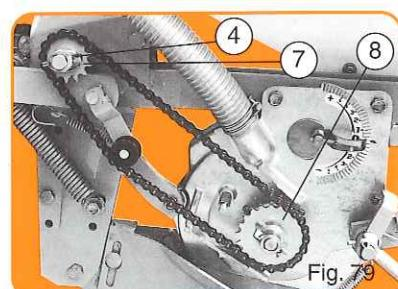

Fig. 79
- ④ Débrayage (fig. 79) : le clip placé dans le trou du pignon assure l'entrainement, le clip placé dans le trou hors pignon libère l'entrainement.
- ④ Abschalten der Säelelemente (Abb. 79) : Wenn der Splint durch das Zahnräder in die Welle gesteckt wird, wird das Säelelement angetrieben. Wenn Sie den Splint neben dem Zahnräder durch die Welle stecken, ist das Säelelement ausgeschaltet.
- ④ Disengaging (fig. 79) : when the lynch pin is placed in the hole of the sprocket, the drive is engaged. When the lynch pin is placed in the hole next to the sprocket, the drive is disengaged.